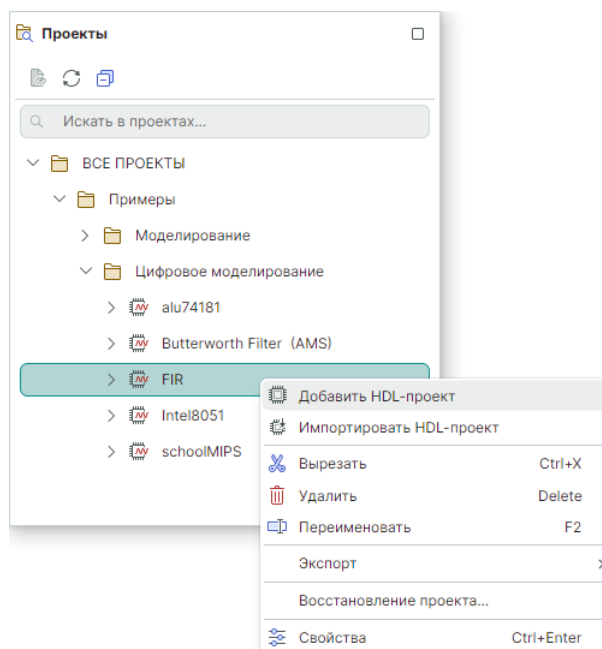

Рис. 13 Добавление HDL проекта с имени проекта
2. Выберите пункт «Добавить HDL-проект», см. Рис. 13.